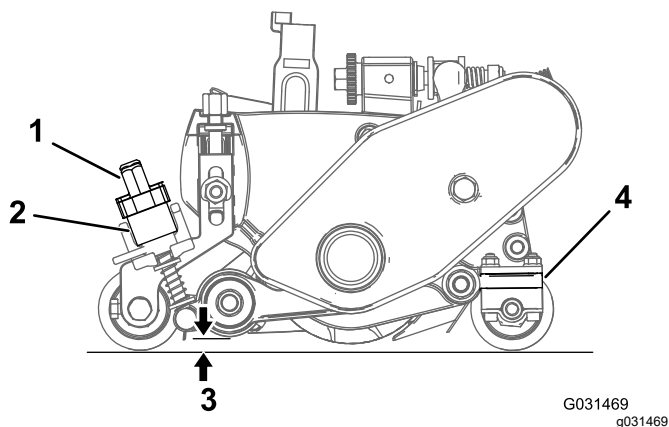

図 28
3. グルーマリール的一端側で、ブレードの一番低い刃先と床との距離を測る図 28。高さ調整ノブ図 28を使って、グルーマの刃先の高さを希望の高さに調整する。